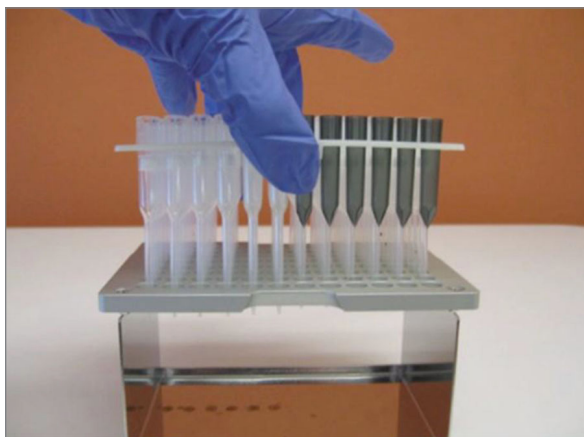

FIGURE 5.13 : Introduire les embouts et les poinçons d'aluminium dans le support d'embouts métallique
- Placer les embouts et les poinçons d'aluminium dans le support. Maintenir le portoir d'embouts en plastique par les languettes centrales, tenir le portoir d'embouts au-dessus du support métallique et abaisser lentement les embouts dans le support métallique. Il est utile de placer le support au niveau du regard pour aligner les embouts en plastique (FIGURE 5.13).